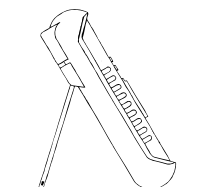

Рис. 6.4
3. Использовать откидную подставку для удобства считывания результатов измерения (рис. 6.4).